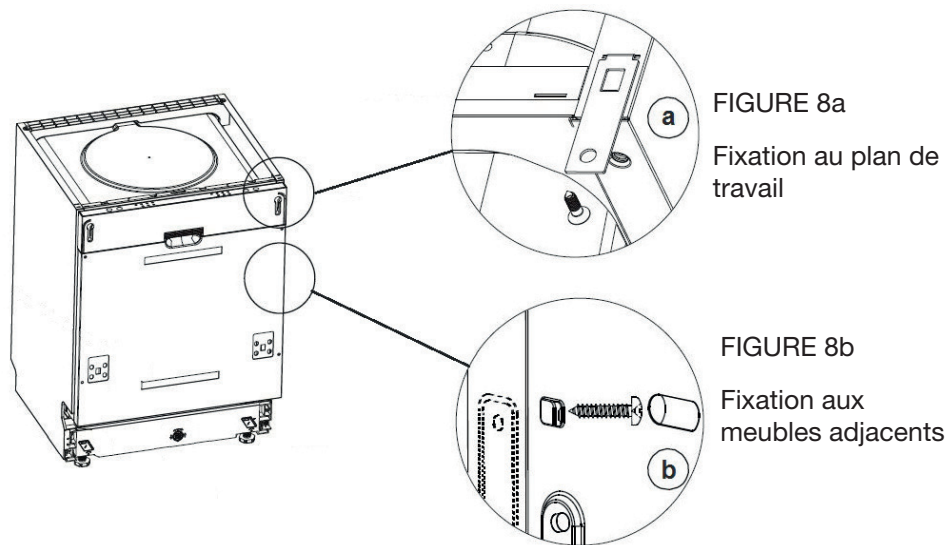

FIGURE 8a
- Au plan de travail si celui-ci est en bois (Voir figure 8a),